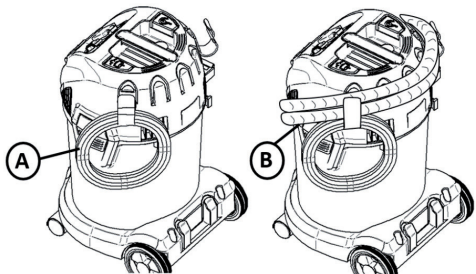

Abb. 22
Bei Maschinen ohne Kabelaufwickler kann das Kabel (A) in den Haken eingehängt werden, s. Abb. 22. Diese Haken können auch zur Aufbewahrung des Schlauch (B) verwendet werden, indem man ihn um die Maschine wickelt.